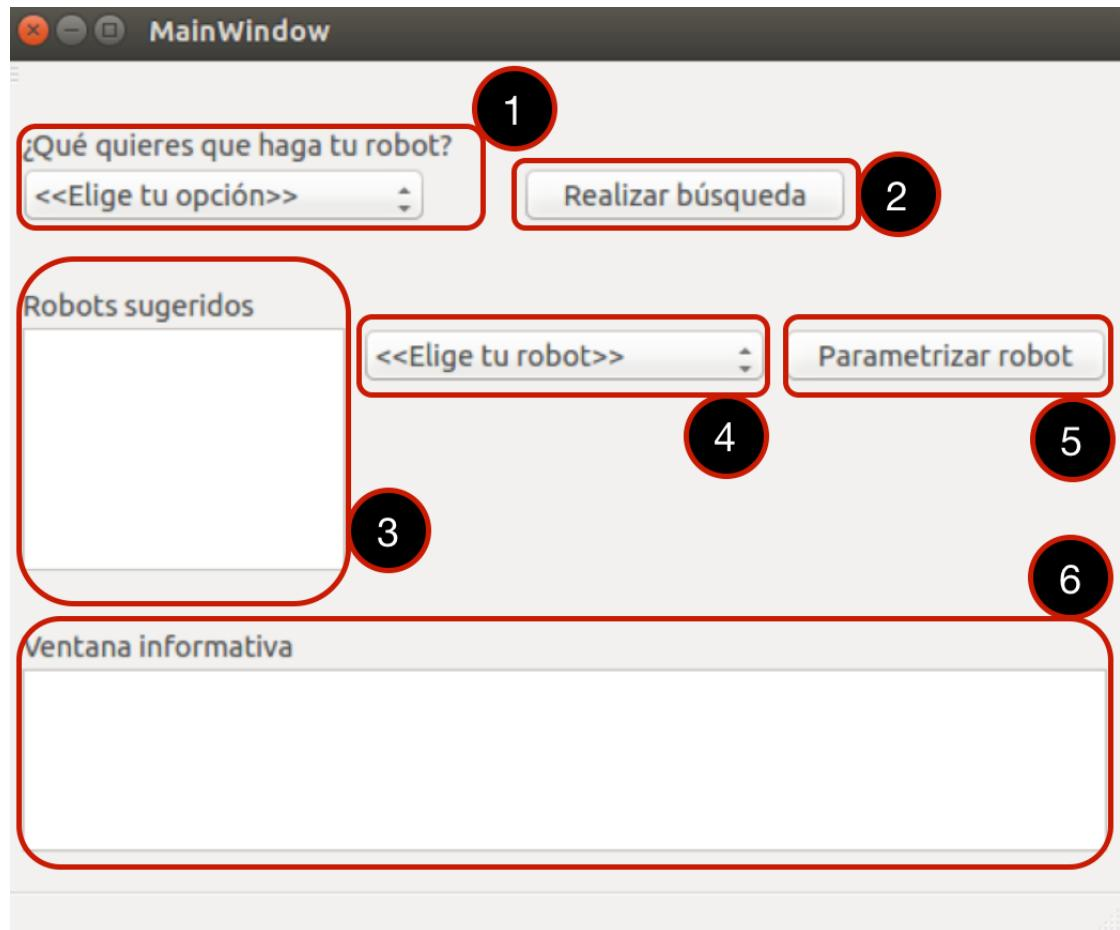

Figura 1: CORE app: Main Window.
Primero de todo se mostrará y se explicará el aspecto visual de la aplicación, para pasar luego a una prueba de concepto utilizando un ejemplo. En la Figura 1 se muestra el aspecto de la ventana principal de la aplicación en la que se pueden ver las partes en las que se divide (de la uno a la seis).
1. Se almacena el texto actual del menú desplegable de las acciones (1 en la Figura 1) en una variable y después se obtiene su equivalente en Inglés (utilizando el diccionario citado antes).
5. Se consulta la ontología para encontrar todos los robot que utilizan o tienen las partes estructurales necesarias. Se muestra el resultado por la ventana dirigida a ello (3 en la Figura 1).
Este paso se inicia con la ejecución de la función '*customizingRobot*' tras pulsar el botón 'Parametrizar robot' (5 en la Figura 1).